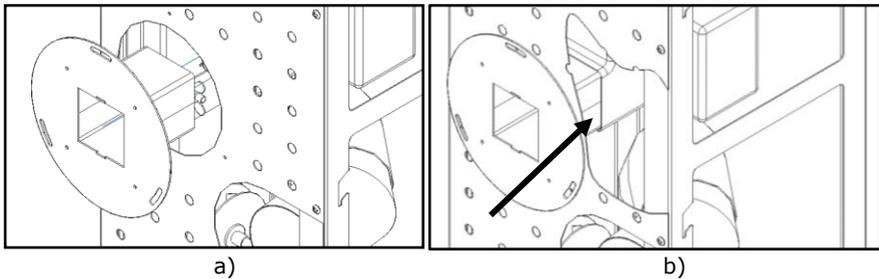

Figura 61 - Colocación de la guía de aire en la estufa
h) Coloque el accesorio "guía de aire canalizable" en la parte posterior del equipo, asegurándose de que encaje en la parte interna de la boca de salida de aire del ventilador (Figura 61).